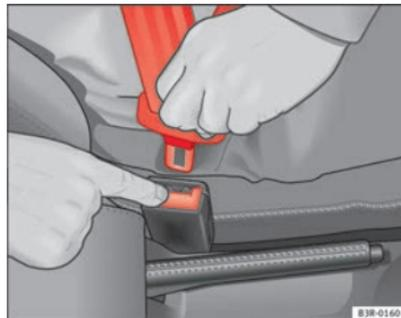

Fig. 15 Retrait du pêne du boîtier de verrouillage ▶
- Appuyez sur la touche rouge intégrée au boîtier de verrouillage ⇒ fig. 15. Le pêne est alors libéré ⇒ ⚠.